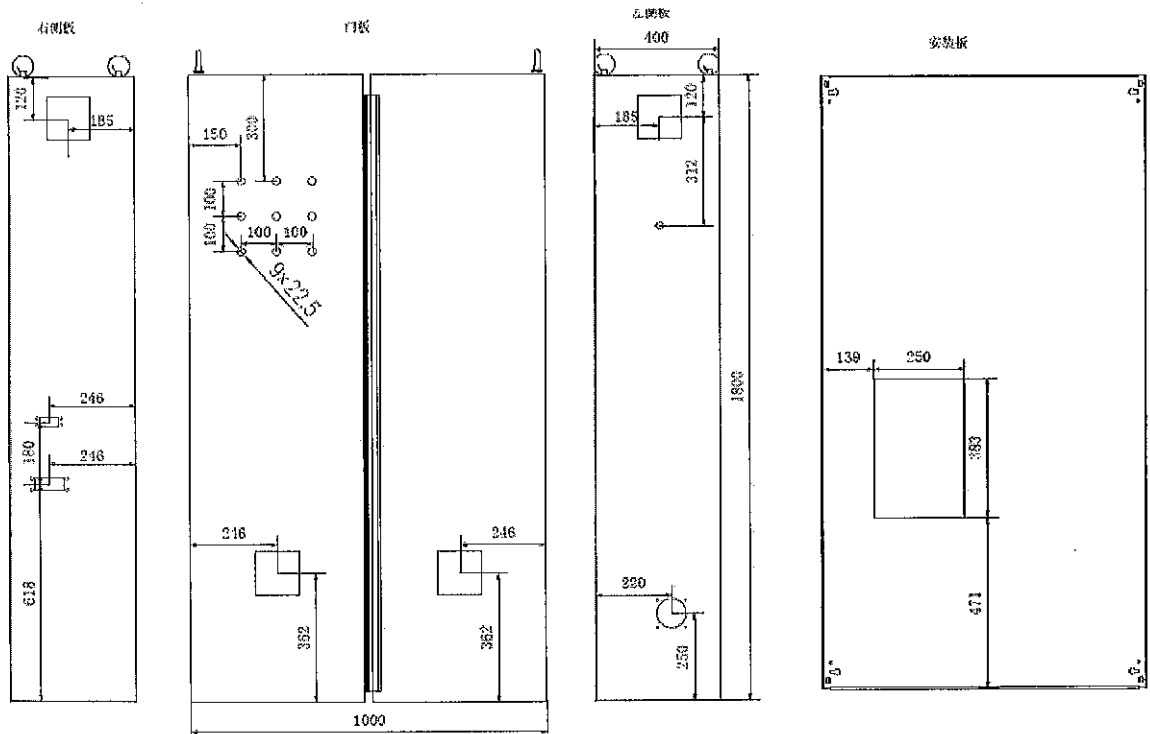
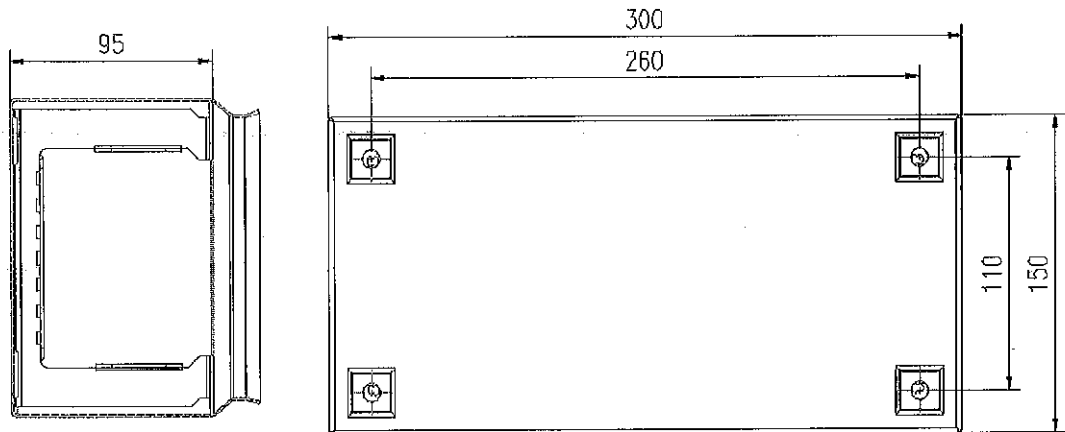

图 1 机舱柜柜体外形及安装尺寸图
图 2 本地轮毂屏外形及安装尺寸图
1.2.5 机舱控制柜外形尺寸及安装尺寸见图 1:
1.2.6 本地轮毂屏外形尺寸及安装尺寸见图 2:
- 3.3 EN-125/400 3.4 机舱控制柜的外形图如图 1 所示，本地轮毂屏外形图如图 2 所示。